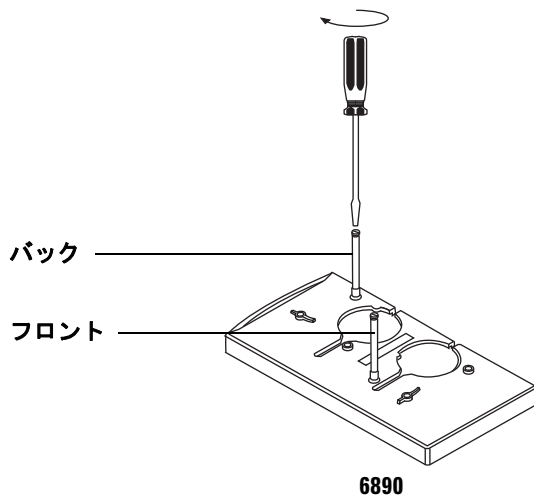

図 16 取り付けポストの装着 (6890 GC)
- **6890 シリーズ GC**。注入口カバーを、希望に応じてフロントインジェクタまたはバックインジェクタの位置に取り付けます。ポストを最後まで回しきる必要があります (図 16 を参照)。